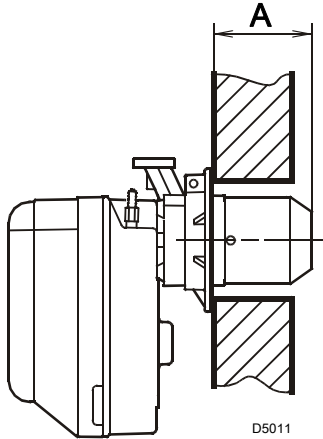

图 11
- 燃烧器可以固定在不同位置（A），如图 图 11 中所示。